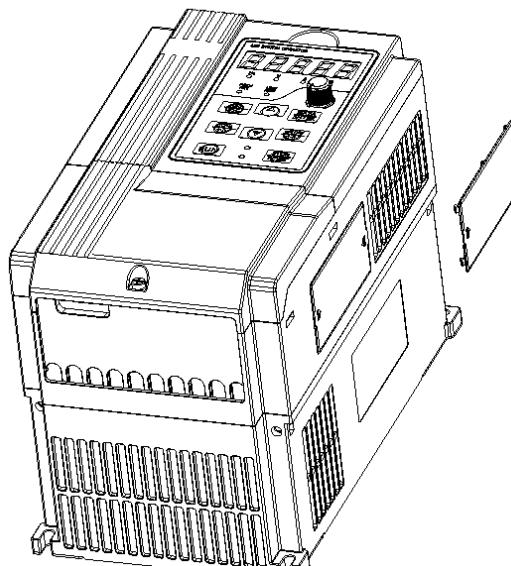

Рис. 3-8. Демонтаж и монтаж пылезащитного кожуха
a. Монтаж пылезащитного кожуха: пылезащитный кожух, согласно Рис. 3-8, монтируется параллельно корпусу. Доступно для моделей до 22 кВт.